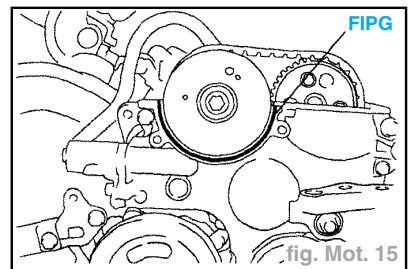

fig. Mot. 15
- Appliquer de la pâte étanchéifiante sur le carter de chaîne de distribution comme illustré (fig. Mot. 15).